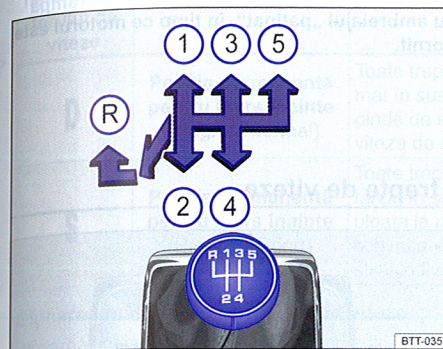
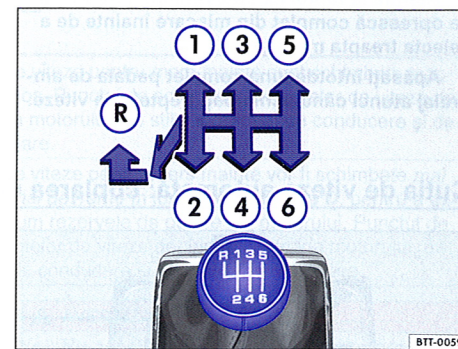

Fig. 141 Schema de selectare a treptelor cutiei manuale de viteze cu 5 trepte.
Fig. 142 Schema de selectare a treptelor cutiei manuale de viteze cu 6 trepte.
Pe maneta schimbătorului de viteze sunt reprezentate pozițiile diferitelor trepte de viteză ⇒ fig. 141, respectiv ⇒ fig. 142.
- Împingeți maneta schimbătorului de viteze complet spre stânga și apoi spre înainte în poziția treptei marșarier ⇒ fig. 141 (R), respectiv ⇒ fig. 142 (R).